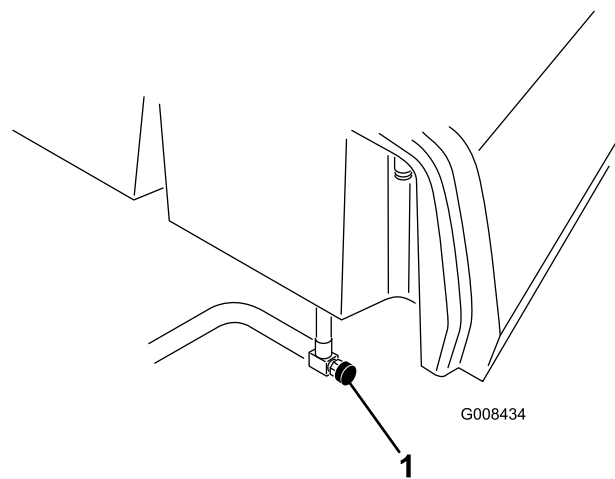

Figure 36
1. Fermez le robinet d'arrivée de carburant (Figure 36) situé au-dessous du réservoir de carburant.